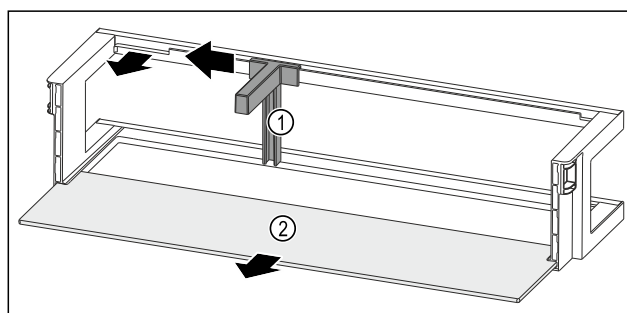

Fig. 163 Лотки на дверцятах із тримачем пляшок і полицею
- ▶ Пересуньтетримач пляшок Fig. 163 (1) убік до пазу.
- ▶ Вийміть тримач пляшок Fig. 163 (1).
- ▶ Дістаньте полицю Fig. 163 (2).